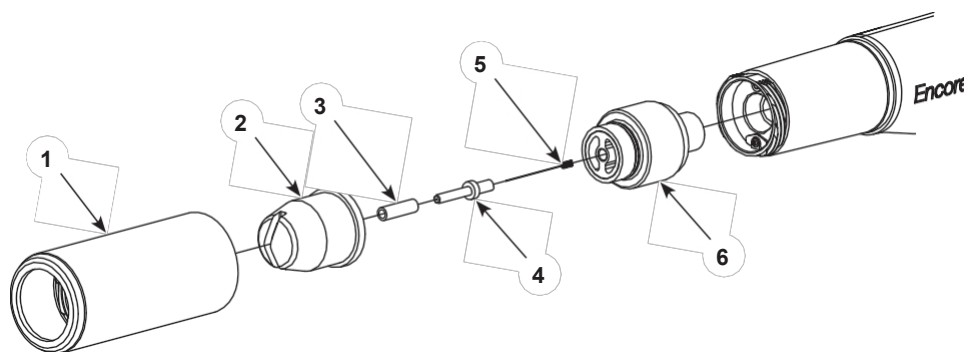

Abbildung 4-2 Reinigung Flach- und Eckspritzdüsen
1. Siehe Abbildung 4-2. Schrauben Sie die Düsenmutter (1) gegen den Uhrzeigersinn ab.
2. Ziehen Sie die Düsenmutter (1) und die Düse (2) von der Spritzpistole ab. Entfernen Sie die Düse von der Mutter und reinigen Sie beides mit Niederdruck-Druckluft und sauberen Tüchern. Bei Abnutzung oder Beschädigung auswechseln.
4. Überprüfen Sie die Verschleißhülse (3) und den Elektrodenhalter (4). Wenn beide abgenutzt oder beschädigt sind, ersetzen Sie sie mit dem Flachstrahl-Elektrodenhaltersatz.
- a. Schrauben Sie den Elektrodenhalter und die Hülse von der Elektrodenhalterung (6) ab.
- a. Setzen Sie die neue Hülse (3) auf den neuen Elektrodenhalter (4).
- b. Setzen Sie die Elektrode (5) in den neuen Halter ein und schrauben Sie dann den Halter in die Elektrodenhalterung (6).
6. Setzen Sie die Düse (2) auf den Elektrodenträger (6) und schrauben Sie dann die Düsenmutter (1) im Uhrzeigersinn auf das Pistolengehäuse, bis sie handfest sitzt.